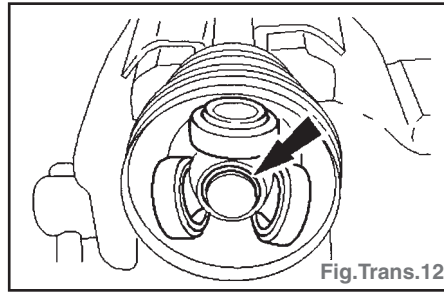

Fig. Trans. 12
- déposer les colliers de fixation du soufflet de joint homocinétique et les mettre au rebut (1).
- déposer le boîtier de joint homocinétique et mettre la graisse au rebut (2).
- Déposer le circlip de croisillon (Fig. Trans. 12).